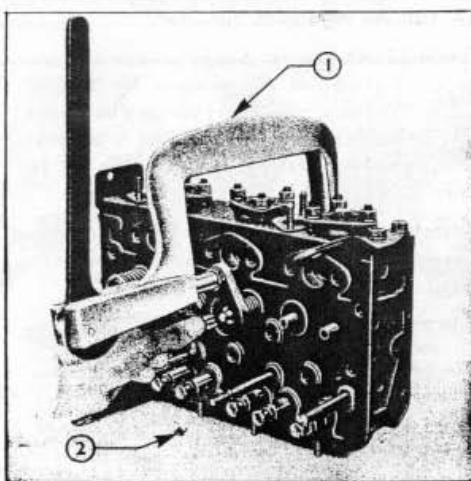
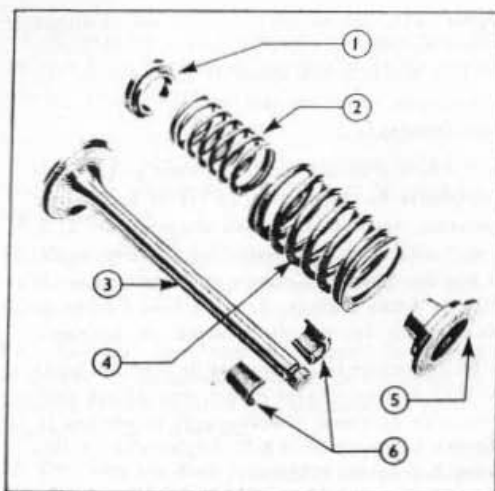

Fig. 5 = Compresseur de ressort de soupape
Fig. 6 = Soupape et Ressorts
2. Placer la culasse de champ sur une surface plane et, à l'aide du compresseur N° T 6093 (voir Fig. 5) comprimer les ressorts l'un après l'autre, retirer les clavettes et retirer la coupelle, les ressorts intérieur et extérieur et la rondelle de ressort (Fig. 6).